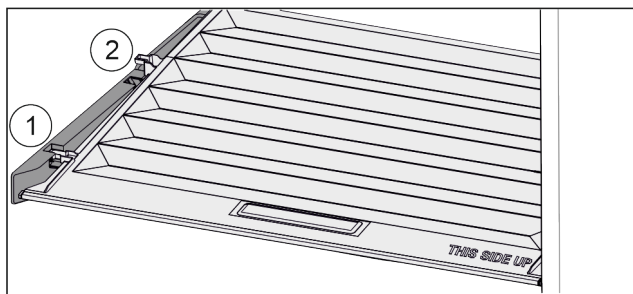

Fig. 97
- ▶ Потянуть крышку до отверстия в поддерживающих деталях вперед Fig. 97 (1).
- ▶ Поднять сзади снизу и извлечь Fig. 97 (2) движением вверх.